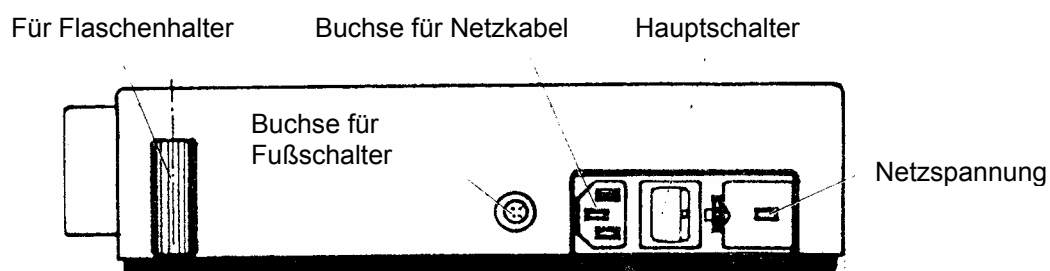

Fig.1
Bitte überprüfen Sie zuerst, ob die örtliche Netzspannung, an die Ihr Gerät angeschlossen werden soll, mit der Ihres Gerätes übereinstimmt.- s. Abb. 1
1. Verbinden Sie das Netzkabel mit dem Gehäuse (die Buchse dazu befindet sich an der Rückseite des Gehäuses, Abb. 1) und schließen Sie es an einen geeigneten Netzanschluß an.
2. Verbinden Sie den Fußschalter mit dem Gehäuse, indem Sie den Stecker des Fußschalters in die Buchse an der Rückseite des Gehäuses stecken.(Abb.1)
3. Lassen Sie den Flaschenhalter in die dafür vorgesehene Vorrichtung an der Rückseite des Gehäuses einrasten. (Abb. 1)